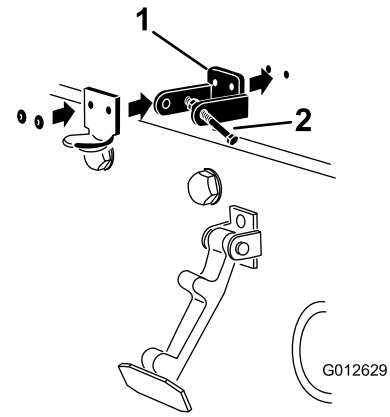

Figura 8
4. Alinee los orificios de montaje y posicione el cierre de seguridad para CE y el cerradero sobre el capó (Figura 8).
6. Remache el seguro de cierre, el cerradero y las arandelas al capó (Figura 8).